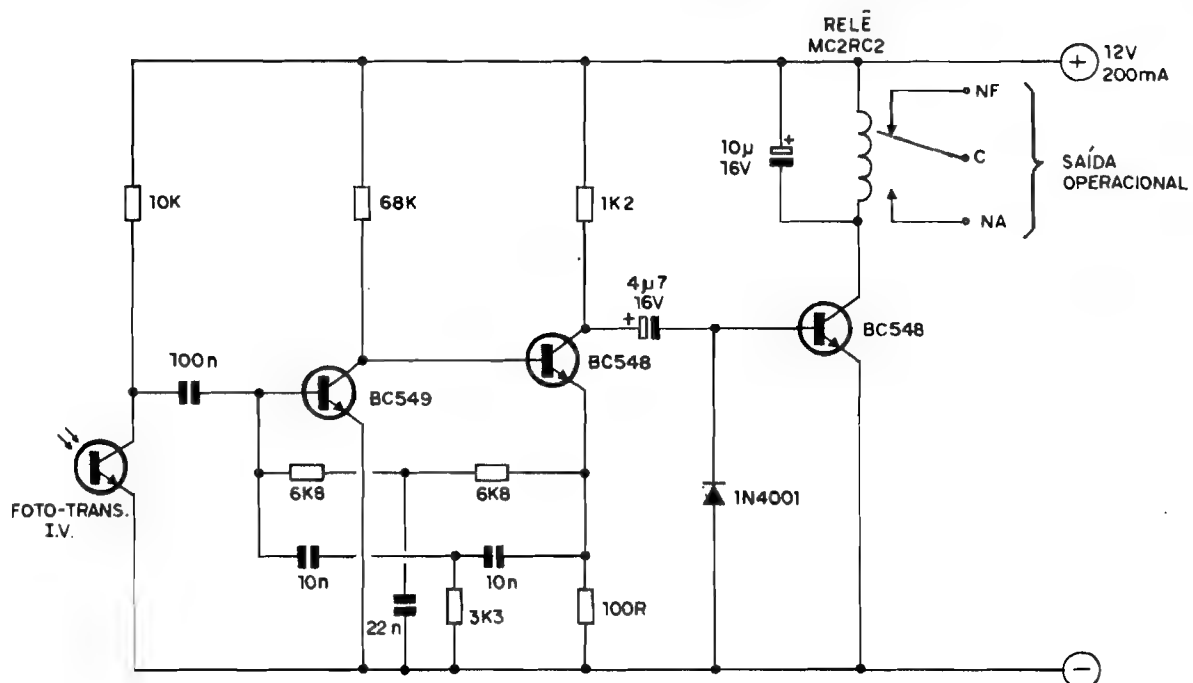

Fig.2
- **FIG. 2 - DIAGRAMA ESQUEMÁTICO DO CIRCUITO (MÓDULO RECEPTOR)** - Também numa estrutura circuitual muito simples, o **MÓDULO RECEPTOR** é estruturado apenas com transistores comuns (como ocorre no **MÓDULO EMISSOR**, já visto...). O feixe pulsado de energia luminosa em Infra-Vermelho é, inicialmente, "visto" pelo foto-transistor